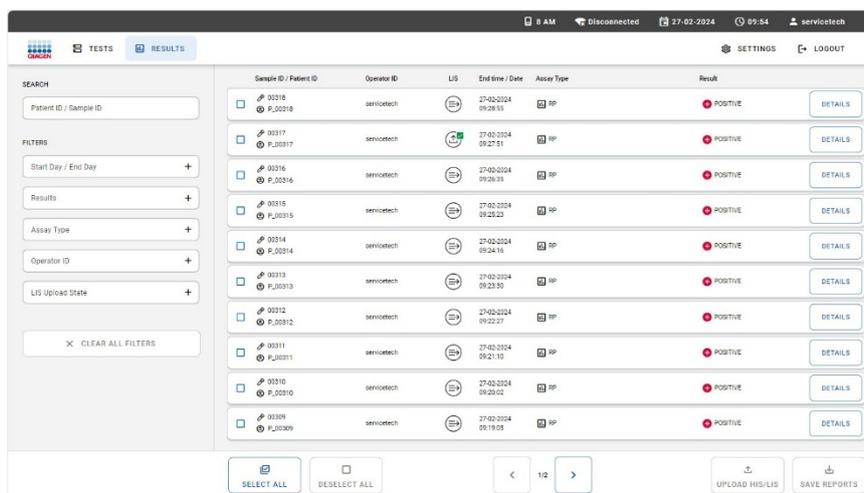

Figura 76. Stato di caricamento HIS/LIS nella panoramica dei risultati.
2. Nella panoramica dei risultati, lo stato di caricamento è indicato nella colonna LIS (Figura 76).